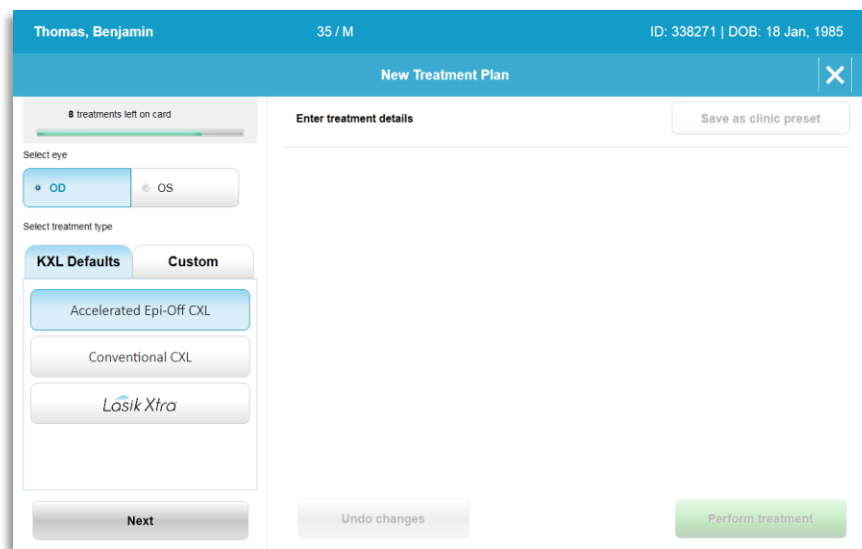

Figura 3-5. Selezione dell'occhio
- Una volta selezionato l'occhio, il campo sarà delineato in blu, come mostrato nella Figura 3-5.
- Il sistema offre 3 piani preimpostati di trattamento KXL predefinito, come mostrato nella Figura 3-5: